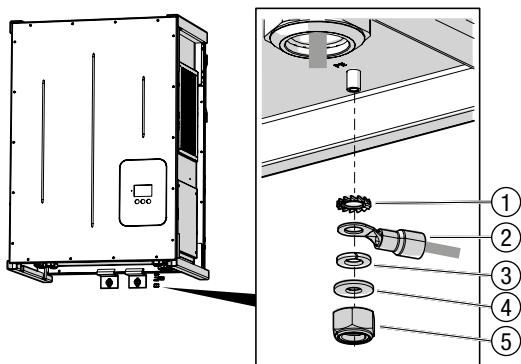

Bild 16 Anschluss des 2. Schutzleiters (optional)
- Montagereihenfolge (siehe Bild 16): Zahnscheibe M5 (Pos. 1), Kabelschuh (Pos. 2), Unterlegscheibe M5 (Pos. 3), Federring M5 (Pos. 4), Sicherungsmutter M5 (Pos. 5)